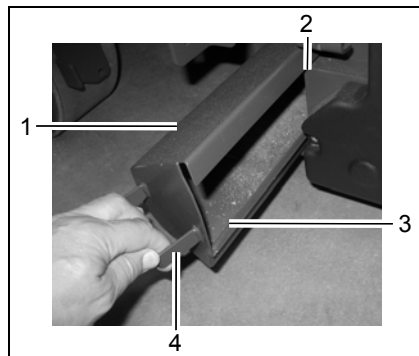

Abb. 31
Der Schmutzbehälter (Abb. 31/1) kann nur von der rechten Fahrzeugseite aus entnommen werden.
1. Schmutzbehälter (Abb. 31/1) am Griff (Abb. 31/4) anfassen und etwas nach hinten links schwenken, um ihn zu entsichern.
2. Schmutzbehälter (Abb. 31/1) am Griff (Abb. 31/4) herausziehen.
Der Schmutzbehälter kann nicht höher als bis zur Einwurfskante (Abb. 31/3) befüllt werden.
Schmutzbehälter (Abb. 31/1) regelmäßig an geeigneter Stelle auskippen.
1. Schmutzbehälter (Abb. 31/1) mit Wasser ausspülen und reinigen.
Schmutzbehälter (Abb. 31/1) auf die Führungskante (Abb. 31/2) auflegen und von der rechten Maschinenseite bis zum Anschlag einschieben.